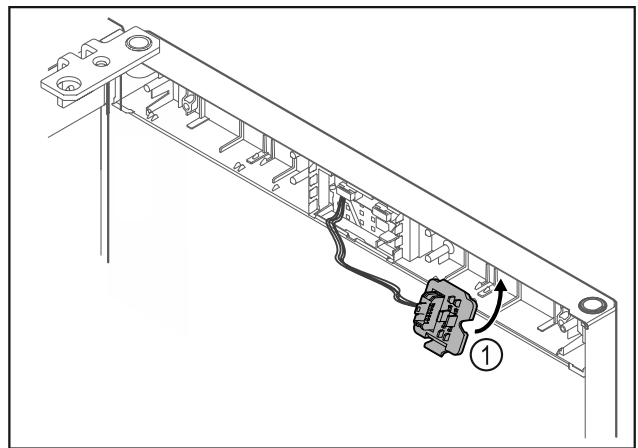

Fig. 16
- ▶ Pattintsa be a dugófoglalatot Fig. 16 (1) az ellenkező oldalon.